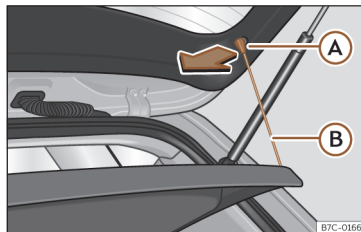

Fig. 168 Dans le coffre à bagages : démonter et remonter la plage arrière.
- Décrochez les tirants de fixation >>> **fig. 168** (B) de leurs logements (A).
- Attachez les tirants de fixation >>> **fig. 168** (B) au hayon du coffre.